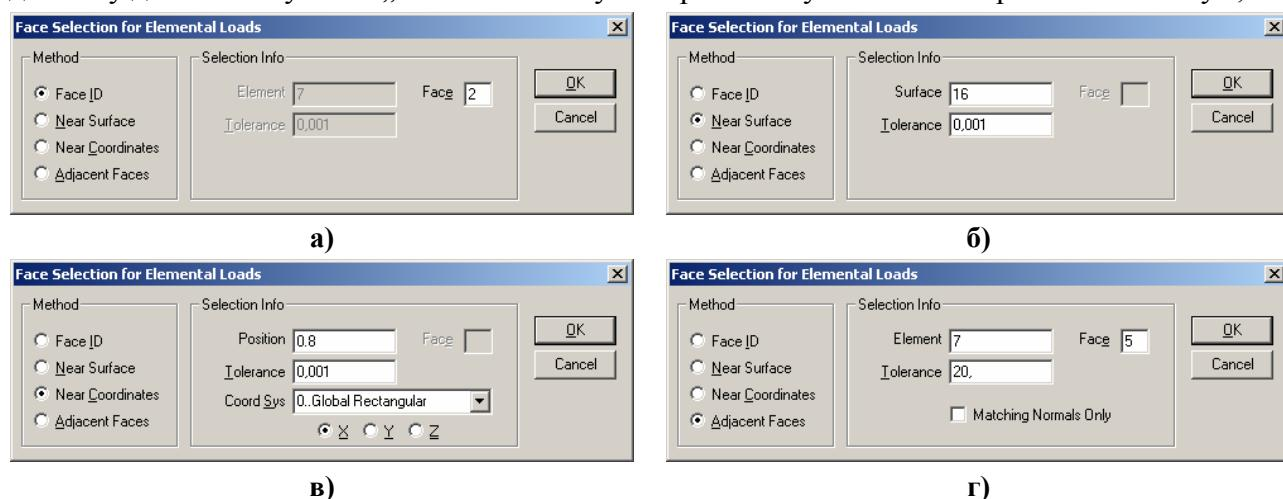

Рис.4.1. Діалогові панелі призначення грані СЕ: а) – номером грані у СЕ; б) – номером геометричної поверхні; в) – площину; г) напрямком нормалі до грані
Варіант завдання ГУ „**Nodal on Face...**” (вузли на грані) має деякі особливості. Спочатку з'являється стандартна панель діалогу обирання СЕ, за допомогою якої та кнопки „**Method**” призначаються СЕ або геометричні об'єкти, до граней яких будуть прикладатися ГУ (наприклад: **on Surface**, тобто вузли СЕ на геометричній поверхні). З'явиться діалогова панель „**Face Selection for Elemental Loads**” (див. рис.4.1). На ній є чотири варіанти вказування грані для знаходження вузлів:
- „**Face ID**” – номером грані (сторони) СЕ (див. рис.4.1-а); вводиться у вікно „**Face**” з клавіатури або обиранням курсором „миші” на робочому полі, коли мигаючий курсор знаходитьться у діалоговому вікні „**Face**”. **Увага:** у СЕ грані можуть мати номера 1...6 максимум;
- „**Near Surface**” – номером поверхні (геометричного об'єкту, див. рис.4.1-б); вводиться у поле „**Surface**” з клавіатури або обиранням курсором „миші” на робочому полі. Величина „**Tolerance**” – максимальна відстань для пошуку вузлів СЕ на цій поверхні;
- „Near Coordinates” – площину, яка призначається (див. рис.4.1-в) обираєм (одною з радіо кнопок) осі X, Y або Z, яка *ортогональна* до площини з вузлами, та вказуванням відстані від початку координат до цієї площини (**Position**);
- „Adjacent Faces” – як на сусідніх гранях (див. рис.4.1-г): курсором „миші” на робочому полі обирається грань (сторона) СЕ (номера СЕ і грані з'являються у відповідних вікнах панелі) та вказується допустима кутова розбіжність (**Tolerance**). Якщо нормаль до будь-якої грані СЕ (зі списку обраних) „співпадає” з нормаллю до грані вказаного СЕ з точністю „**Tolerance**”, то до вузлів цієї грані СЕ буде прикладатися ГУ. Опцією „**Matching Normals Only**” можна зажадати повну відповідність („нульову” розбіжність).